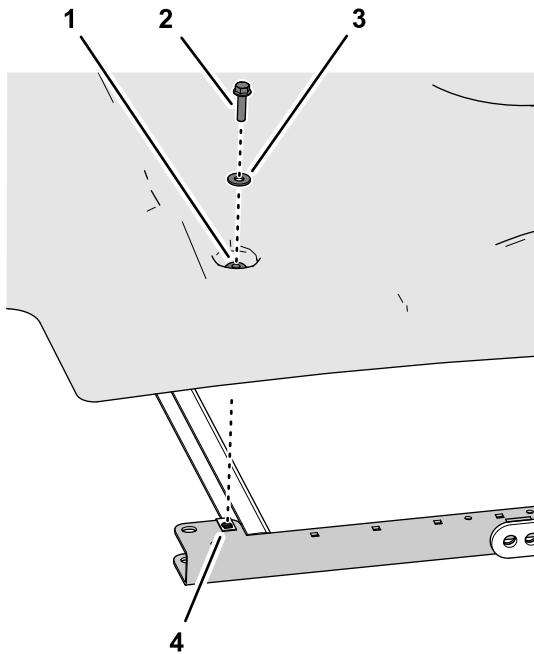

Figura 2
1. Retire los 4 pernos con arandela prensada (5/16" x 1 1/4") y las 4 arandelas (5/16") que sujetan el toldo y los perfiles del bastidor lateral (Figura 1 y Figura 2).
2. Monte el toldo en los perfiles del bastidor (Figura 2) con los 4 pernos con arandela prensada (5/16" x 1 1/4") y las 4 arandelas (5/16") que retiró anteriormente.